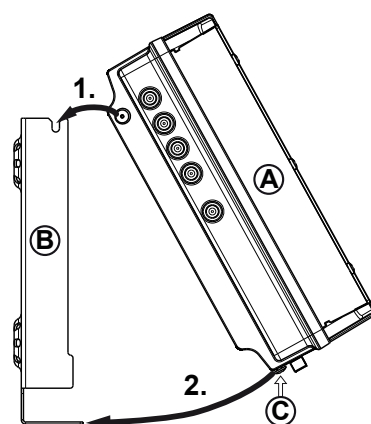

Fig. 3: Accrocher la station de tête
1. Montez le support mural à l'horizontale sur la surface de montage ; voir © sur la Fig. 3. Important :
2. Accrochez la station de tête A dans le support mural B ; voir Fig. 3.